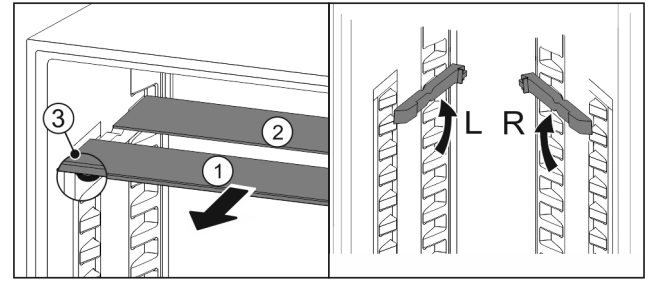

Fig. 147
- ▶ 将玻璃隔板逐个向前拉出 Fig. 147 (1)。
- ▷ 带装饰条的玻璃隔板 Fig. 147 (1)在前。
- ▷ 阻挡装置 Fig. 147 (3)指向下方。